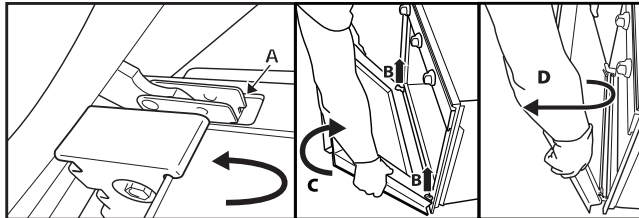

Fig. 2
3. Refermez pratiquement complètement la porte (A), soulevez-la (B) et faites-la pivoter (C) jusqu'à ce qu'elle se décroche (D) (fig. 2).